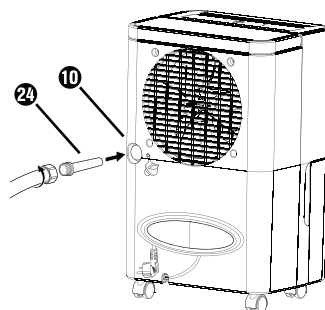

Bild 5
- ◆ Om EU-trädgårdsslangadaptern ⑭ används, skruva på en trädgårdsslang på EU-trädgårdsslangadaptern ⑭ (se bild 5).